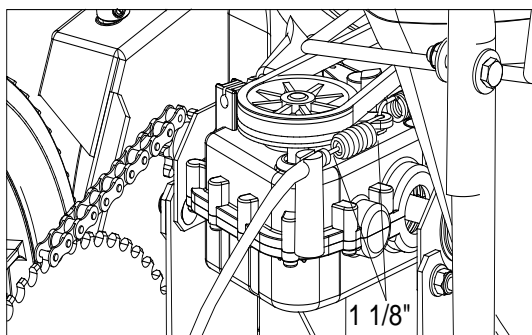

Figura 18
9. Meça o grau de estiramento da mola. A mola deve medir 1 1/8 pol. quando engatada (alavanca a 10 cm (4 pol.) do guidão). (Consulte a *Figura. 18* na próxima página)